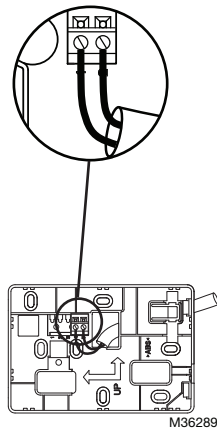

Fig. 5. Conexión de los cables al bloque de terminales
Conecte los cables del bloque de terminales como se muestra en la Fig. 5:
3. Revise y compruebe el cableado de la conexión del terminal como se muestra en la Fig. 5.